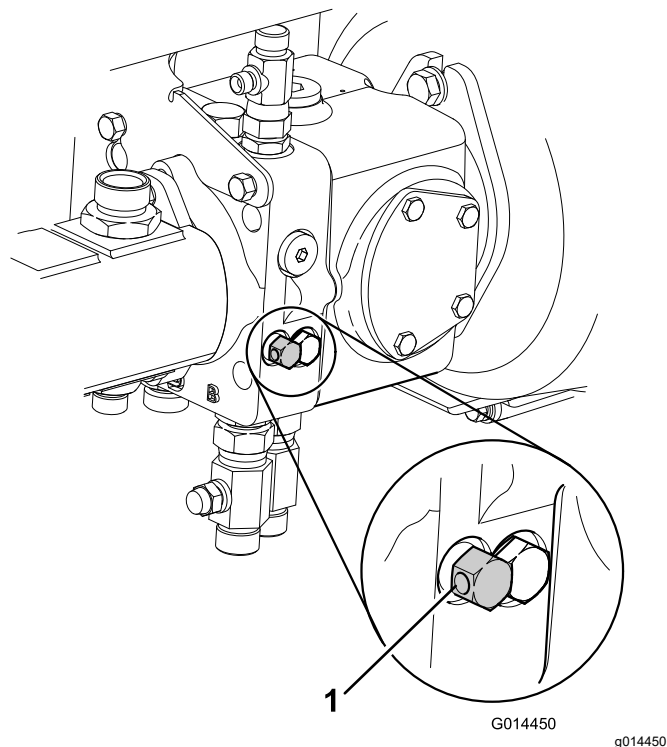

Figura 47
3. Chiudete la valvola di bypass sulla pompa della trasmissione (Figura 47) girandola in senso orario.